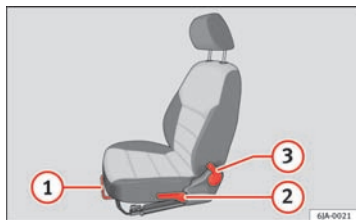

Fig. 70 Betjenings-elementer på sædet / betjenings-elementer på et sportssæde
- Træk armen ① ⇒ Fig. 70 (i midten) opad, og skub sædet frem eller tilbage.
- Slip grebet ①, og skub sædet videre, indtil det går i hak, så det kan høres.
- For at hæve sædet skal du trække eller pumpe armen ② ⇒ Fig. 70 opad, indtil sædet har nået den ønskede position.
- For at sænke sædet skal du trykke eller pumpe armen ② nedad, indtil sædet har nået den ønskede position.
- Aflast ryglænet (læn dig ikke op ad det), træk i armen ③ ⇒ Fig. 70, og indstil den ønskede hældning på ryglænet med ryggen.
- Hvis du slipper armen ③, bliver ryglænet i den indstillede position. ■